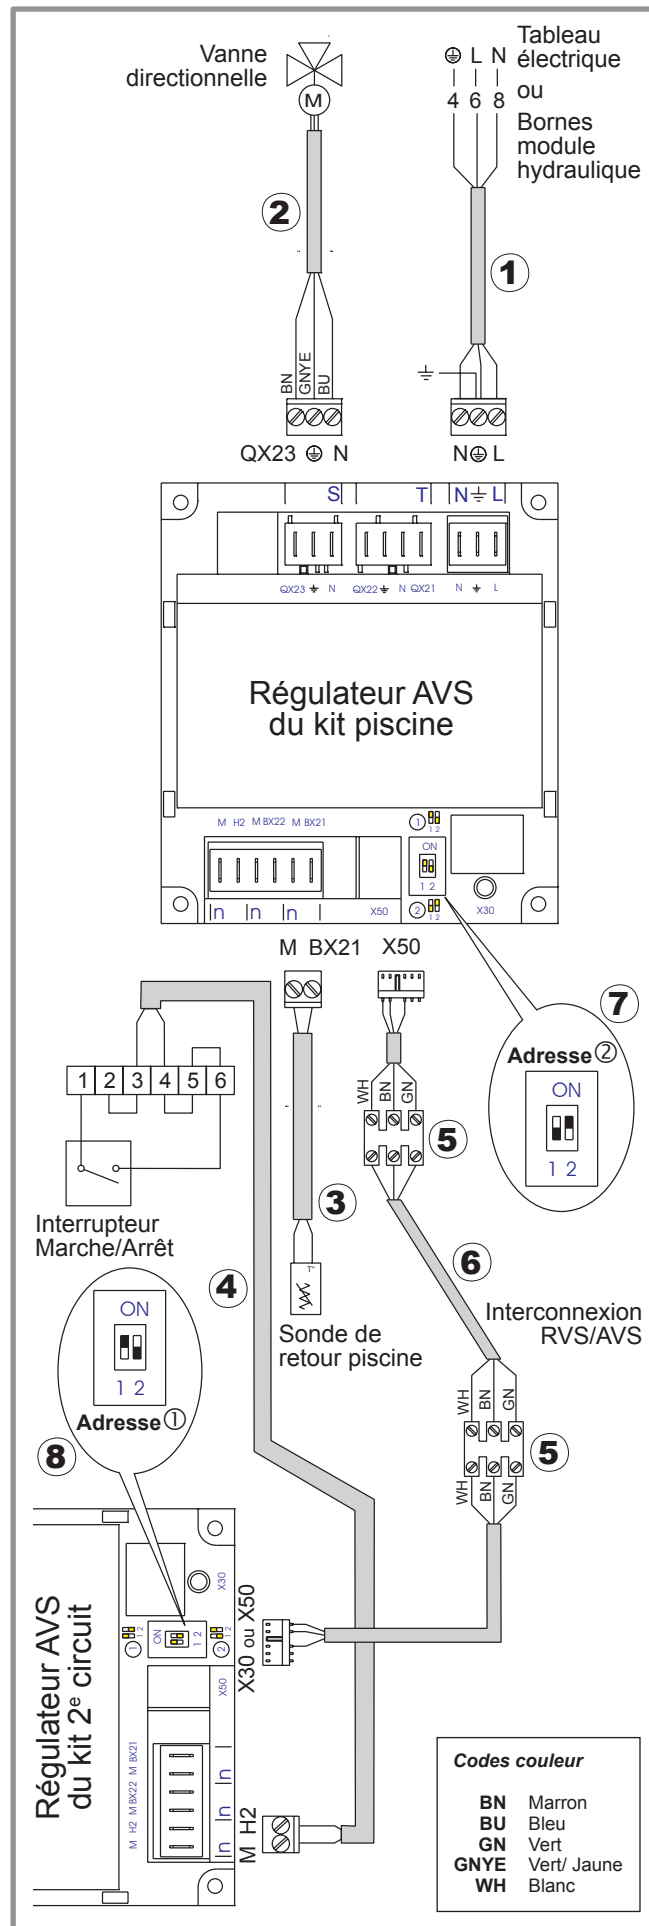

Figure 5 - Câblage électrique du kit piscine (deux circuit de chauffe)
2.4.2 Si 2 circuits de chauffe (avec kit 2ème circuit) (voir figure 5)